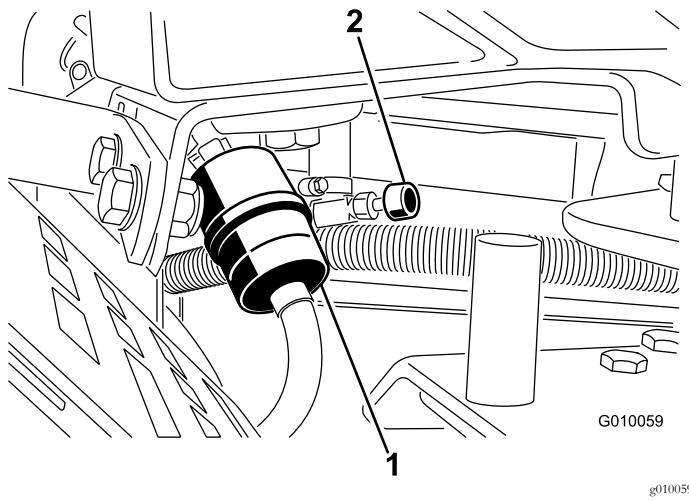

Bild 51
2. Schließen Sie den Kraftstoffhahn (Bild 51).
3. Drücken Sie die Enden der Schlauchklemmen zusammen und schieben Sie sie vom Filter weg (Bild 51).
5. Setzen Sie einen neuen Filter ein und schieben Sie die Schlauchklemmen an den Filter heran (Bild 51).
7. Öffnen Sie den Kraftstoffhahn (Bild 51).
3. Lockern Sie die Schlauchklemme am Kraftstofffilter und schieben Sie sie an der Kraftstoffleitung weg vom Kraftstofffilter (Bild 51).
4. Ziehen Sie die Kraftstoffleitung vom Kraftstofffilter ab (Bild 51). Öffnen Sie den Kraftstoffhahn und lassen den Kraftstoff in einen Kanister oder eine Auffangwanne ablaufen.
5. Bringen Sie die Kraftstoffleitung am -filter an. Schieben Sie die Schlauchklemme ganz an den Kraftstofffilter heran, um die Kraftstoffleitung zu befestigen (Bild 51).